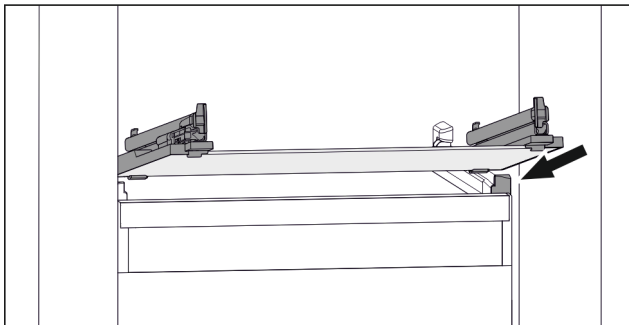

Fig. 69 Beispielhafte Darstellung der Glasplatte
- ▶ Glasplatte schräg hinter den Stopperrn aufsetzen. (zie Fig. 69)